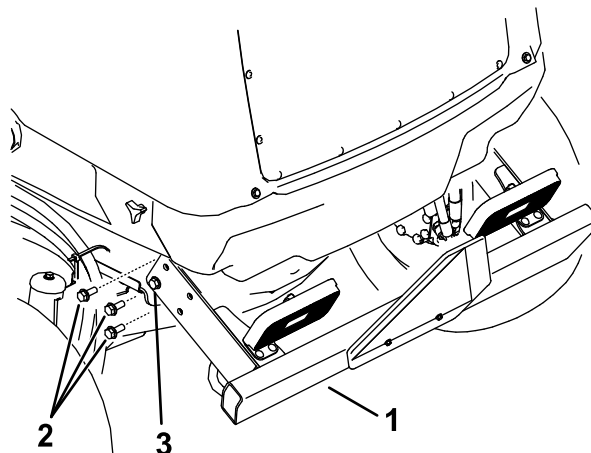

Figura 112
2. Retire los 3 tornillos con arandela prensada de cada lado del parachoques trasero, según se muestra en Figura 112.
6. Levante el parachoques trasero a su posición e instale los tornillos con arandela prensada. Apriete todos los tornillos con arandela prensada que sujetan el parachoques trasero al bastidor (Figura 112).